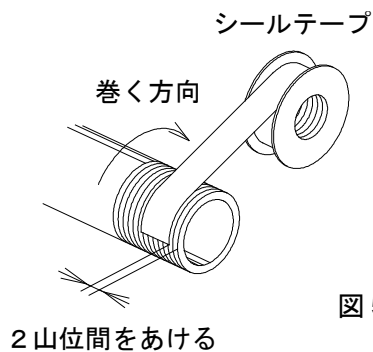

図5 シールテープの巻方
- b) 配管や継手類をねじ込む場合には、配管ねじの切粉やシール材が配管内部へ入り込まないようにしてください。なお、シールテープを使用される時は、図5に示すようにねじ部を1.5～2山残して巻いてください。